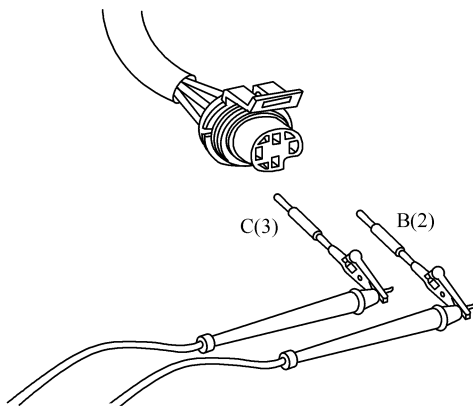

图 3-60 测量冷却液液位传感器插头触针 C(或 3)与 B(或 2)之间的电压
① 打开钥匙开关, 从该传感器上断开传感器线束。
② 测量该传感器插头触针 C(或 3)与触针 B(或 2)之间的电压(图 3-60), 应小于 4.5V, 并且故障码 187 起作用为合格。若不合格, 更换冷却液液位传感器。